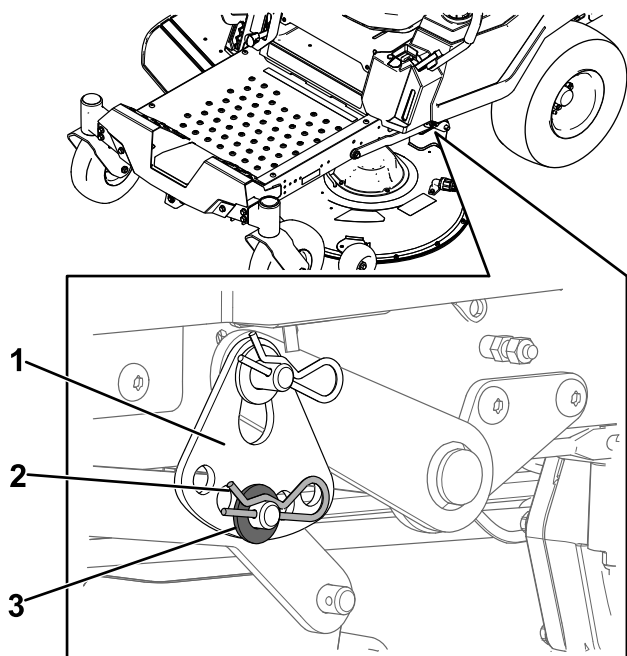

Figura 61
6. Retire la chaveta y la arandela del pasador inferior del brazo de elevación (Figura 61).